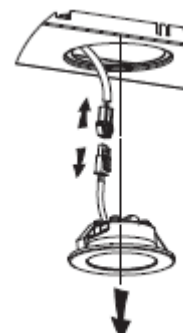

Abb. 2
- Verwenden Sie ein Werkzeug oder die Hand, um den Federsplitter an beiden Seiten der LED-Leuchte nach innen zu drücken, bis die Leuchte herausgedrückt wird, siehe Abb. 1. Ziehen Sie dann den Anschlussdraht der Leuchte leicht heraus und lösen Sie die Klemme des Anschlussdrahtes. Siehe Abb. 2.